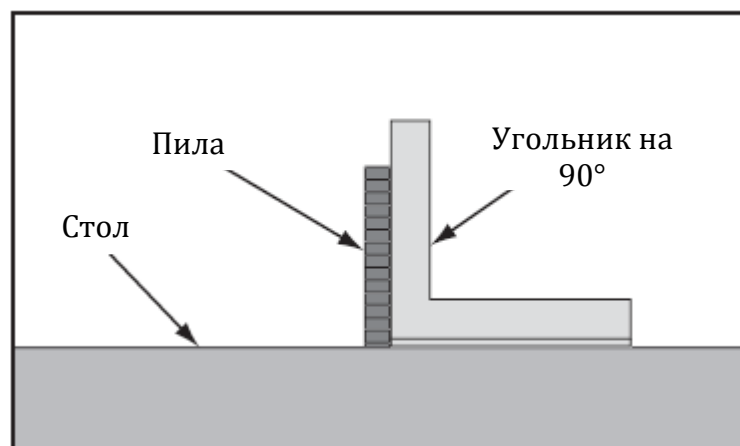

Рис. 62. Проверка пилы на угол 90°
3. Поставить угольник на 90° к столу и пиле, так чтобы он соприкасался с пилой равномерно снизу доверху, как показано на рис. 62. Проверить, чтобы зубья пилы не препятствовали установке угольника.
6. Поставить угольник к пиле, как показано на рис. 62, затем производить регулировку пилы до тех пор, пока она не будет перпендикулярна столу.